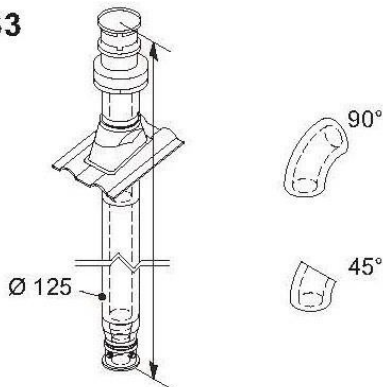

Рисунок 5.13
**Комплект дымоотвода через крышу (Рисунок 5.13)**